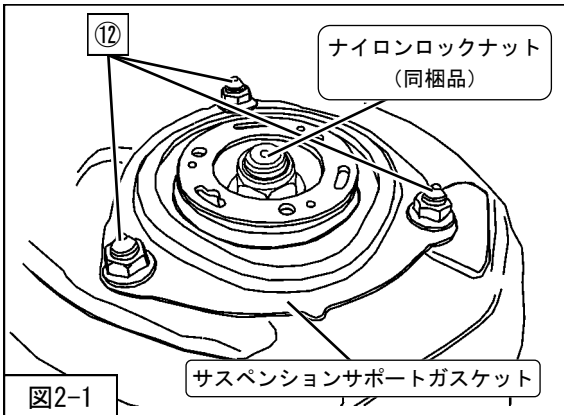

図2-1
を車両に取付けてください。（図2-1）
3. ナイロンロックナット（同梱品）（締付トルク：47N・m）を本締めしてください。（図2-1）